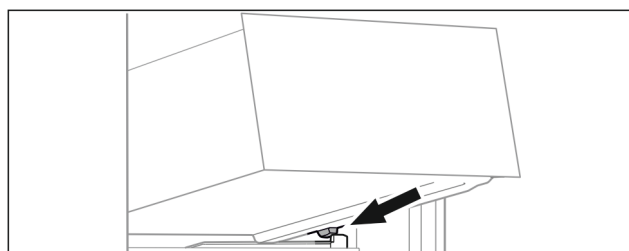

Fig. 71
- ▶ Założyć szufladę pod skosem za stoperami na żebro pojemnika. (patrz Fig. 71)